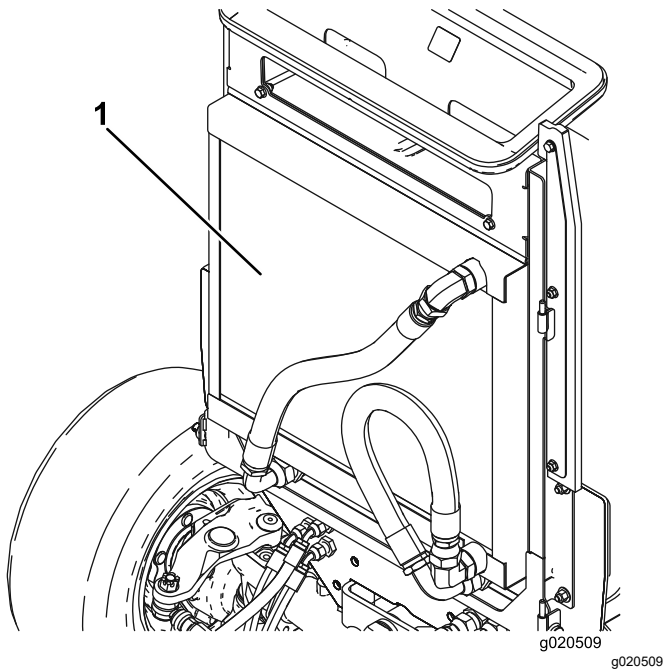

Figure 112
4. Nettoyez soigneusement les deux côtés du refroidisseur d'huile et du radiateur à l'air comprimé (Figure 112).